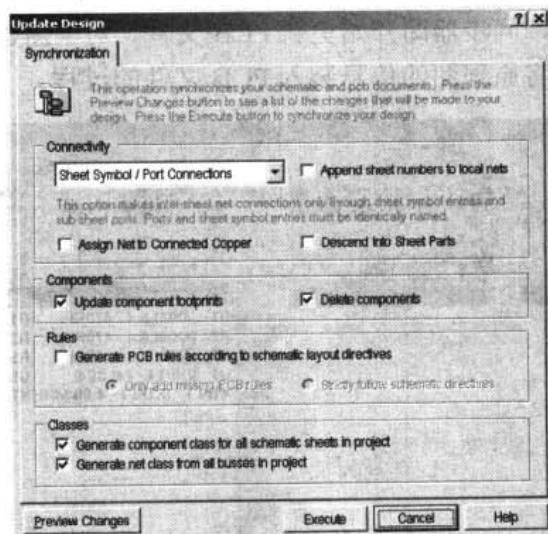
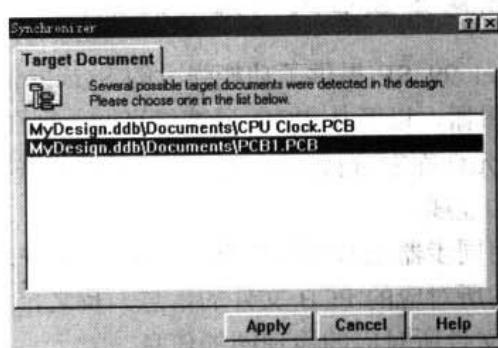
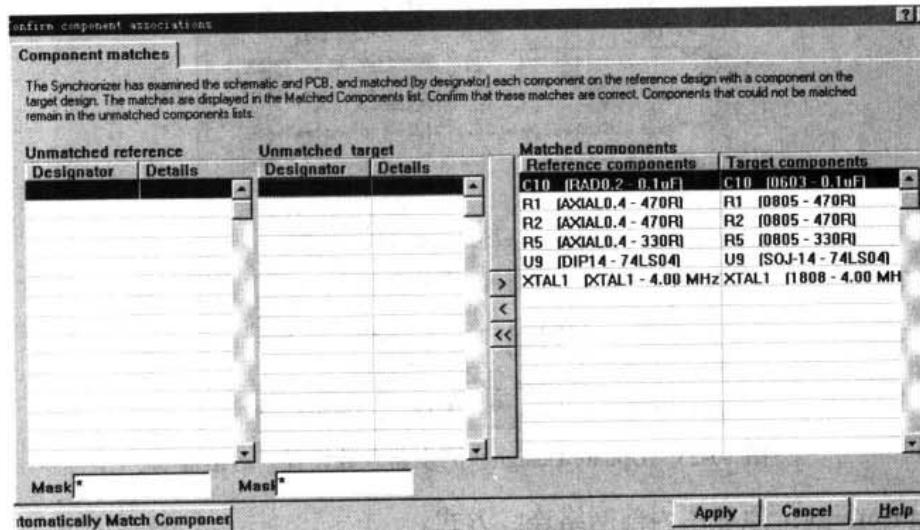

图 10-23 Update Design（同步器参数设置）对话框
图 10-24 Synchronizer（同步器目标 PCB 文件确认）对话框
图 10-25 PCB 更新元件匹配信息
- (1) 打开 CPU Clock.sch 文件，执行菜单命令 Design|Update PCB（更新 PCB），即可弹出如图 10-23 所示的 Update Design（同步器参数设置）对话框。其中各选项的含义如下：
注意：如果设计数据库文件中存在不止一个 PCB 文件时，同步器会首先确认目标 PCB 文件。执行菜单命令 Design|Update PCB（更新 PCB）后，将先弹出如图 10-24 所示的目标 PCB 文件确认对话框。如选择要更新的 PCB 文件，单击 Apply 按钮，即可再进入如图 10-23 所示的同步器参数设置对话框。
- (2) 设置完同步器的参数后，单击图 10-23 中的 Execute 按钮，同步器开始扫描所选的 PCB 文件信息和原理图信息，之后给出元件匹配信息，如图 10-25 所示。单击图 10-25 中的 Apply 按钮，同步器即开始更新 PCB 文件。对于新建一个 PCB 文件来说，这个更新过程即是将原理图的信息装入 PCB 文件的过程。